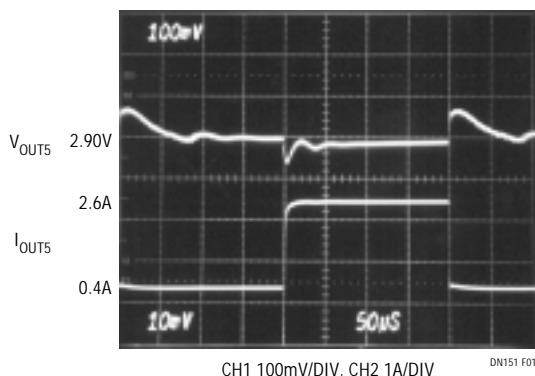

図1. 2.9V出力過渡負荷ステップ性能
2.9Vリニア・レギュレータは、3.3V出力から電力を引き出して、図1に示すダイナミック性能を持つ広帯域幅、低ドロップアウト・リニア・レギュレータの機能を実行します。